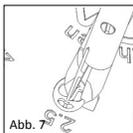
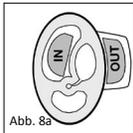

Abb. 7
Abb. 8a
■ **Abb. 7/8** Zum Schließen der Kopfplatte muss das Titan-Schließzängchen (REF 8000137) verwendet werden! Mit dem Schließzängchen (REF 8000 137) wird der Bügel innerhalb der Prothesenkopfplatte gerade gebogen und somit die Kopfplatte am Schaft der Prothese fixiert (Abb.7). Dabei ist darauf zu achten, dass die richtige Schenkelseite des Schließzängchens an der entsprechenden Position an der Kopfplatte der Prothese anliegt, „INSIDE“ für innere Seite der Kopfplatte und „OUT-SIDE“ für äußere Seite der Kopfplatte (Abb.8a, 8b)